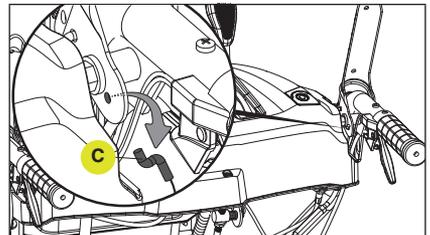

Figure 88
3. Retirez le connecteur (C) du levier de commande de l'autopropulsion. (Fig. 88)